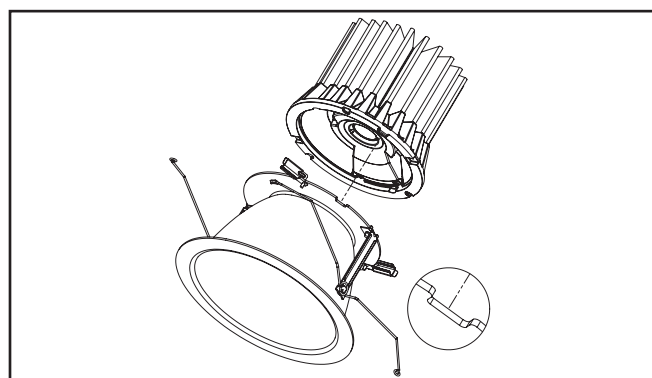

Figure 5
- Insérez le moteur lumineux à DEL sur l'assemblage de la garniture. Alignez la languette sur le moteur lumineux à DEL sur l'assemblage de la garniture (Figure 5).